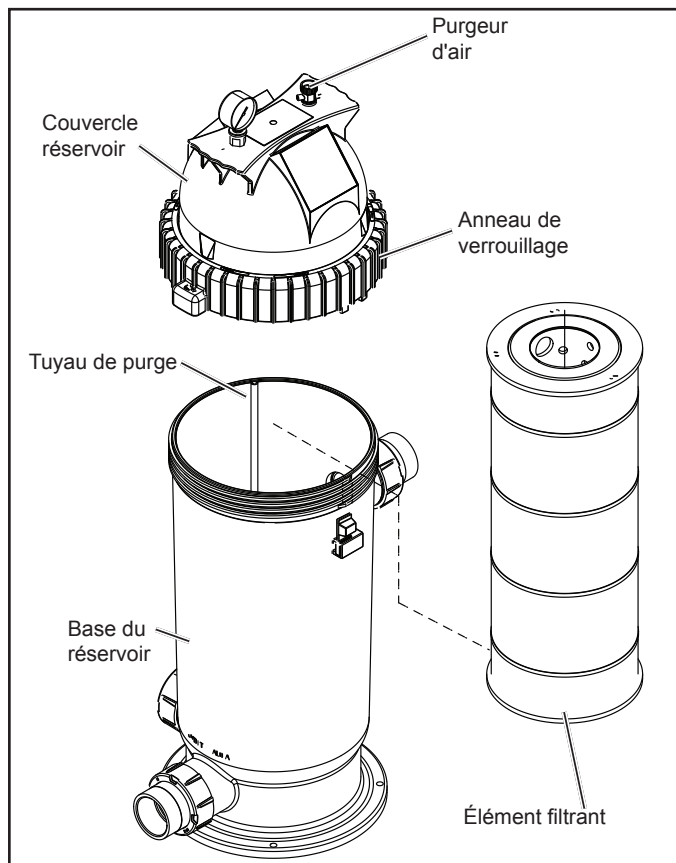

Figure 6. Retrait de l'élément filtrant
2. Ouvrir le purgeur d'air sur le couvercle du réservoir du filtre pour éliminer toute pression à l'intérieur du réservoir et du système, voir la Fig. 6. Fermer toutes les soupapes d'isolement du filtre sur le système pour éviter une inondation.